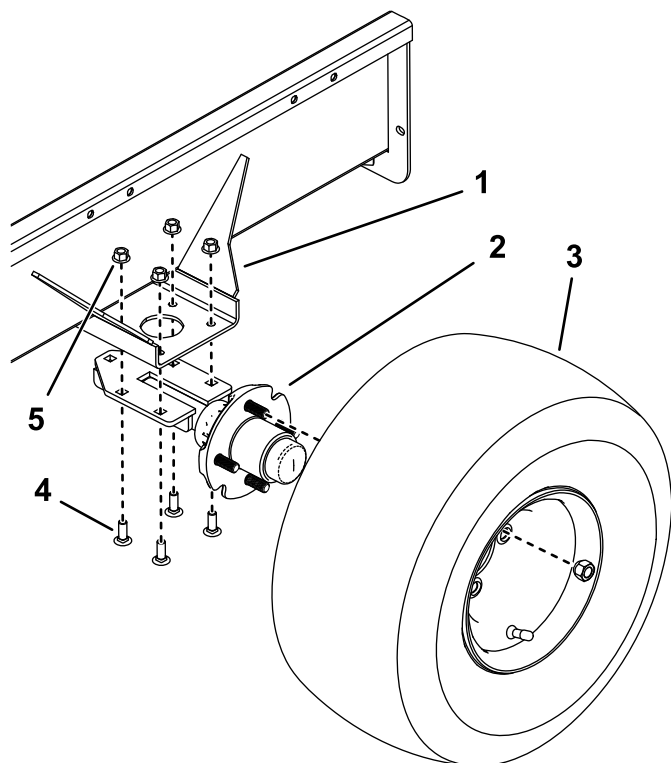

Figure 2
2. Avec les 4 boulons de carrosserie et les 4 contre-écrous, montez un essieu sur le côté inférieur des supports de montage, de chaque côté du plateau de la remorque. Positionnez l'essieu, les boulons de carrosserie et les écrous comme montré à la Figure 2.
3. Montez une roue sur chaque moyeu d'essieu à l'aide de 4 écrous de roue (Figure 2). Serrez les écrous à 108,47 N·m. Gonflez les pneus à 0,34 bar.